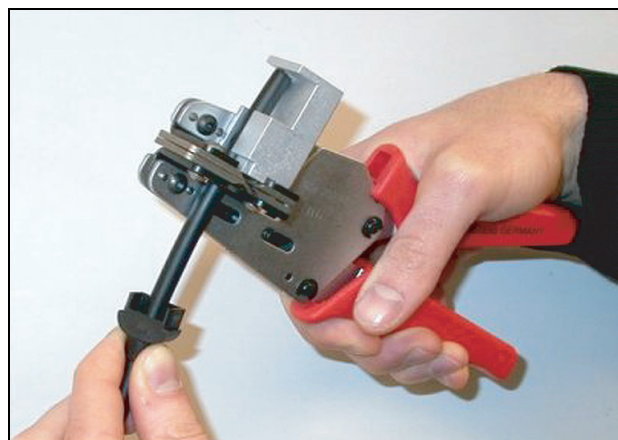

figura 30.7: Descarnagem do cabo
- 5 Utilizando a descarnadora (ferramenta 5), descarne a bainha externa do cabo empurrando o cabo em direcção ao retentor mecânico (consulte a figura 30.7).